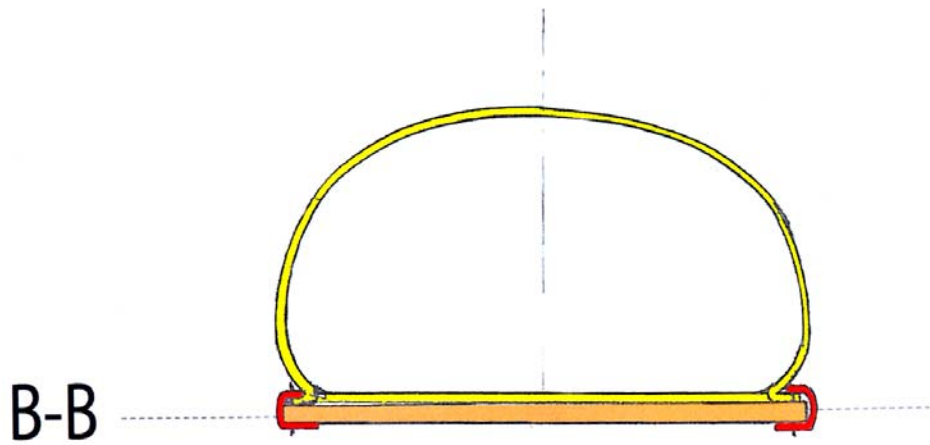

fig.6
- **fig. 6:** przedstawia przekrój poziomy rękawicy (B-B) w miejscu oznaczonym na **fig. 2B-B**